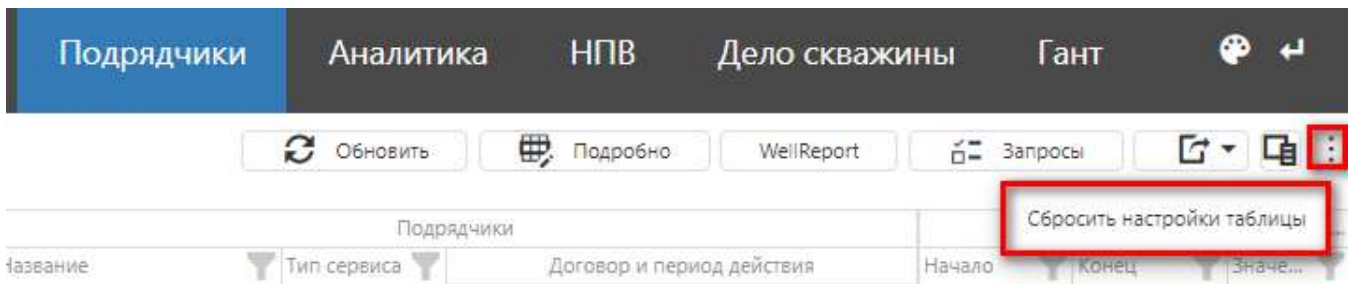

Рис. 3.15
- сбросить настройки таблицы на вкладке «Подрядчики» (рис. 3.15).